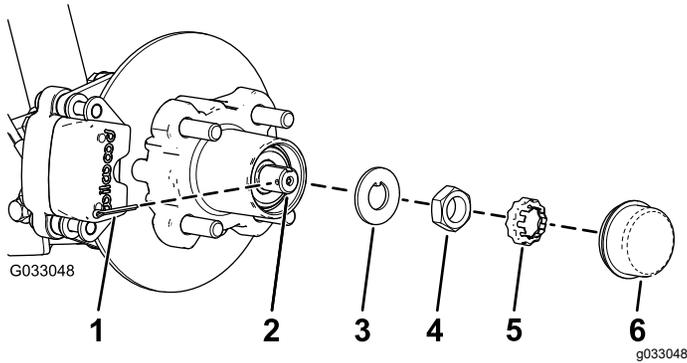
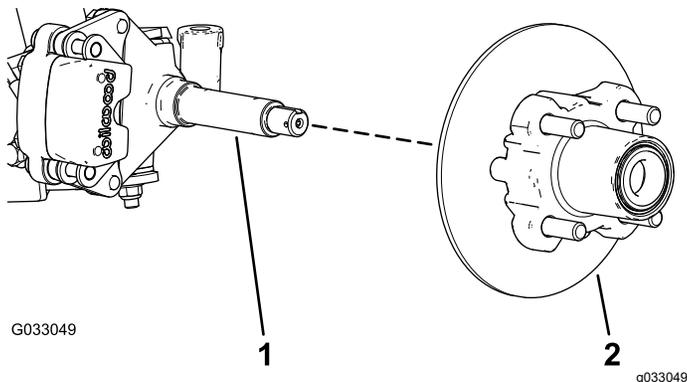

Figure 26
Figure 27
4. Retirez le couvre-moyeu du moyeu (Figure 26).
5. Retirez la goupille fendue et le frein d'écrou de la fusée et de son écrou (Figure 26).
6. Enlevez l'écrou de la fusée, et séparez l'ensemble moyeu et rotor de la fusée (Figure 26 et Figure 27).